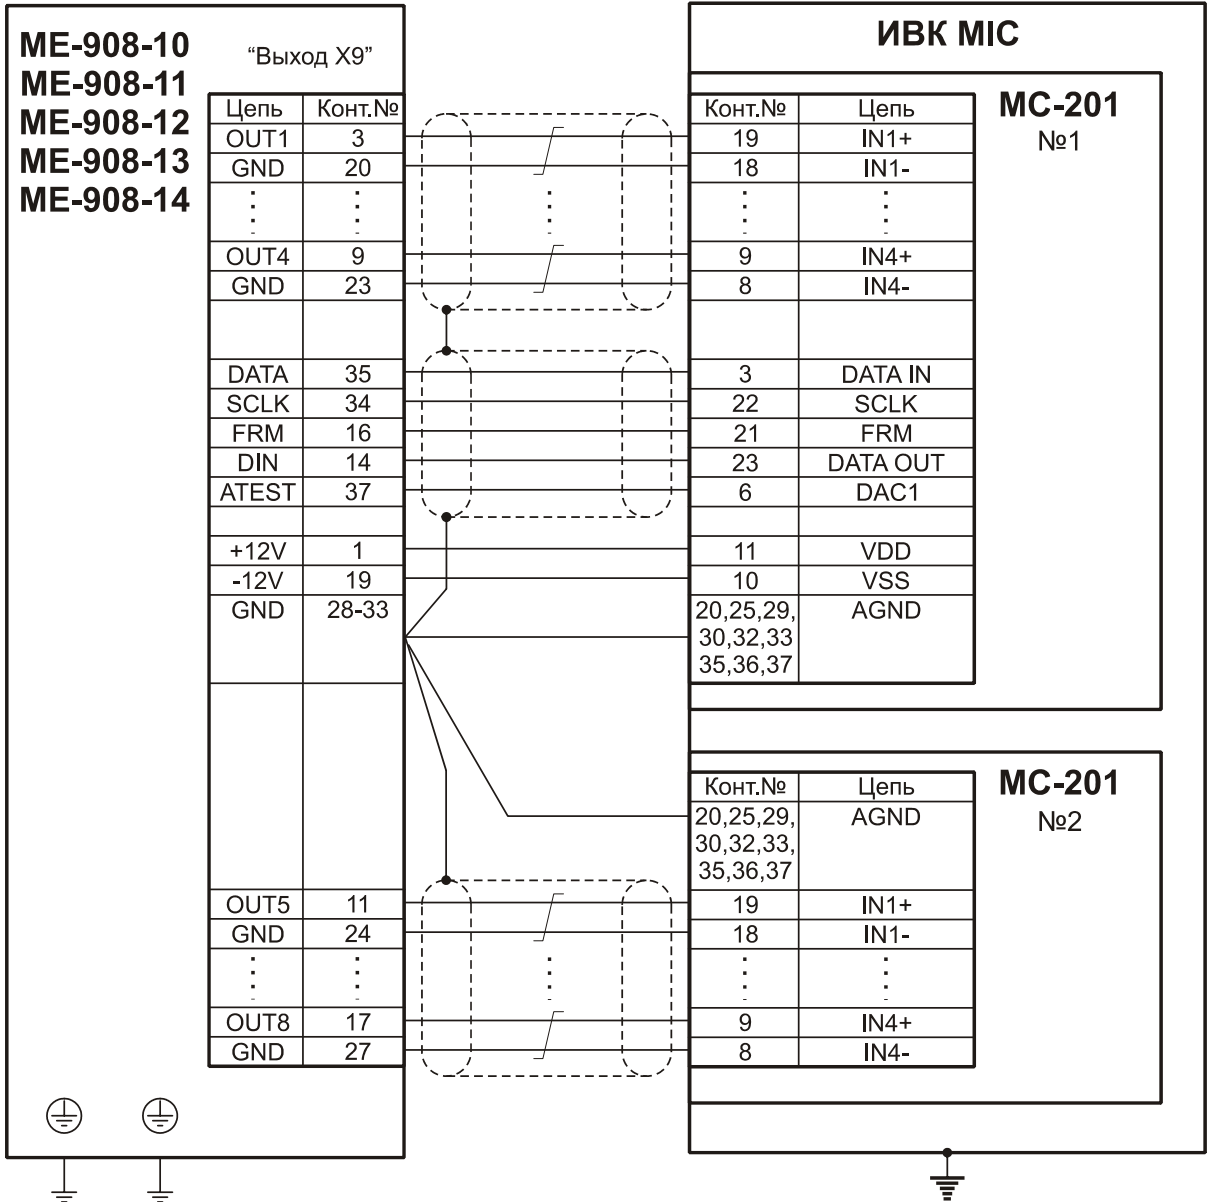

Рисунок 13-Схема подключения измерительных модулей MC-201.
1.5.5.7 Электропитание и управление модулями производится от соответствующих цепей внешних измерительных модулей М2408, М2428, МС-201 и МХ-208, которые подключают к разъему «Х9» модулей (см. поз. 3 на рисунках 2, 3, 4, 5 и 6). Подключение к измерительным модулям М2408, М2428, МС-201 и МХ-208 показано на рисунках 11, 12, 13 и 14 соответственно. Примечание: при подключении к одному модулю ME-908 двух четырехканальных измерительных модулей МС-201 используют цепи управления только одного модуля МС-201 (см. рисунок 13). Для подключения измерительных модулей следует использовать кабели типа SSTP или SFTP (экранированные витые пары) длиной не более 100 м.